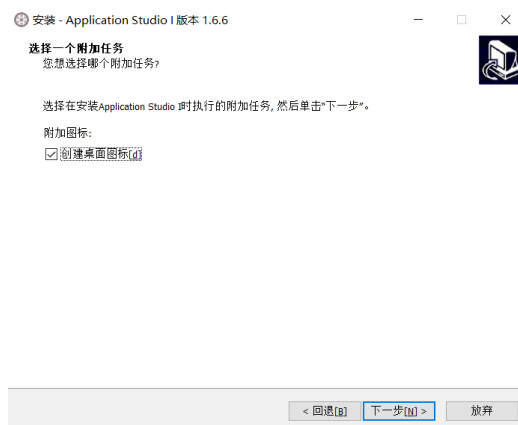

图 6-2 许可证安装协议
- ③单击“下一步”，弹出创建图标界面，如图 6-2 所示。